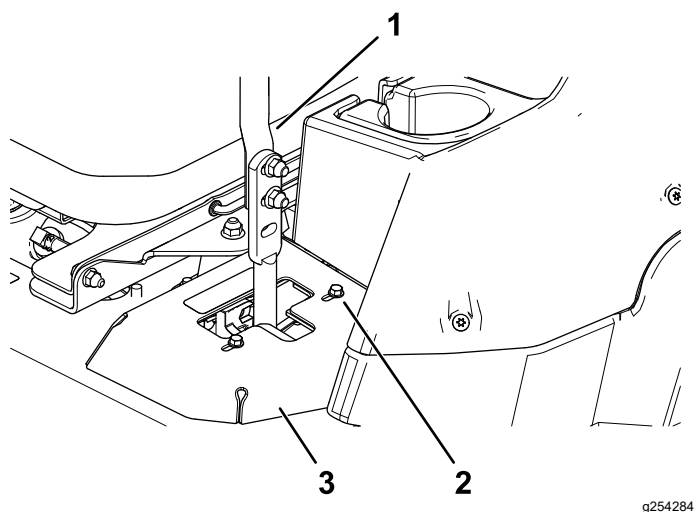

**Figura 51**
- Si la máquina se desvía hacia la derecha, afloje los pernos y ajuste la chapa del tope izquierdo hacia atrás en la ranura en T de la izquierda hasta que la máquina avance en línea recta (Figura 51).
- Si la máquina se desvía hacia la izquierda, afloje los pernos y ajuste la chapa del tope derecho hacia atrás en la ranura en T de la derecha hasta que la máquina avance en línea recta (Figura 51).
8. Apriete la chapa del tope (Figura 51).